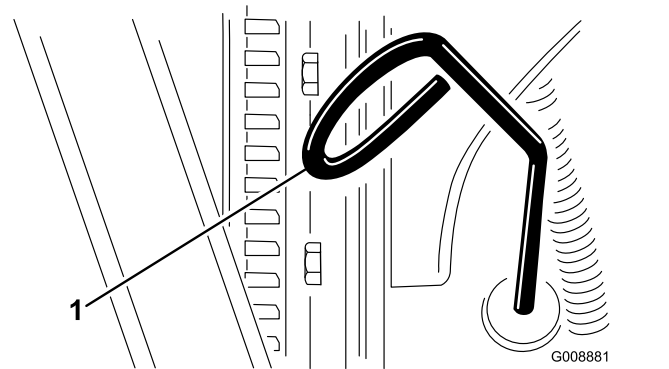

Figura 72
3. Scoateți joja (Figura 72) i tergeți-o cu o lavetă curată.